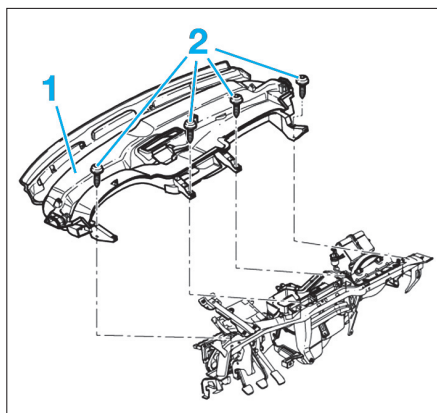

Fig. 66
- Déposer les vis (2) puis extraire le conduit d'air (1) (Fig.66).